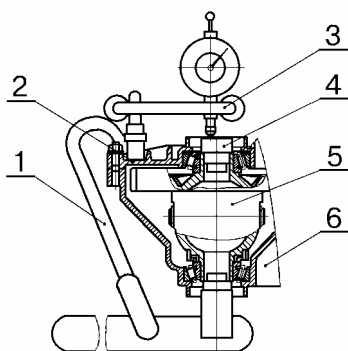

Рис.22. Определение толщины регулировочного кольца подшипника дифференциала:
- установить приспособление для определения толщины регулировочного кольца и, перемещая дифференциал 5, рис.22, снизу упором 1 определить по индикатору величину осевого перемещения (приспособление 67.7824-9517);